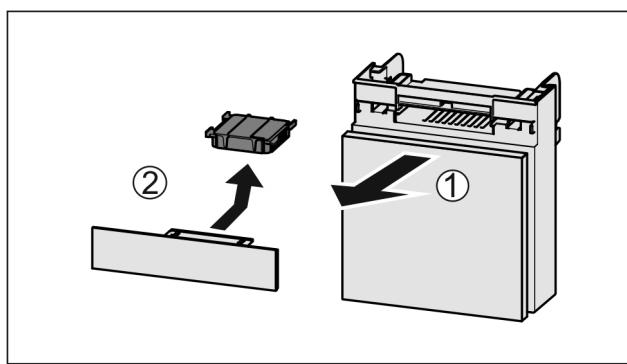

Fig. 168
► Вытянуть Fig. 168 (1) отделение движением вперед.
► Извлечение Fig. 168 (2) фильтра с активированным углем.